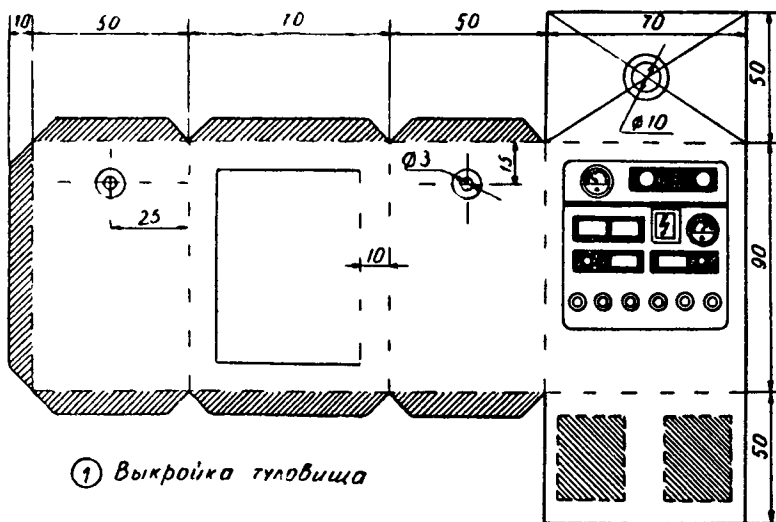

Рис. 19
1. Детали 1 (рис. 19), 2, 3, 6, 7 (рис. 20), 4 и 5 (рис. 21) вырезают из чертежной бумаги или тонкого цветного картона, делают патроны для лампочек (объяснение изготовления см. ниже).
3. Прорезают или прокалывают в деталях 1, 2, 3, 4, 5 все указанные отверстия (рис. 19, 20).